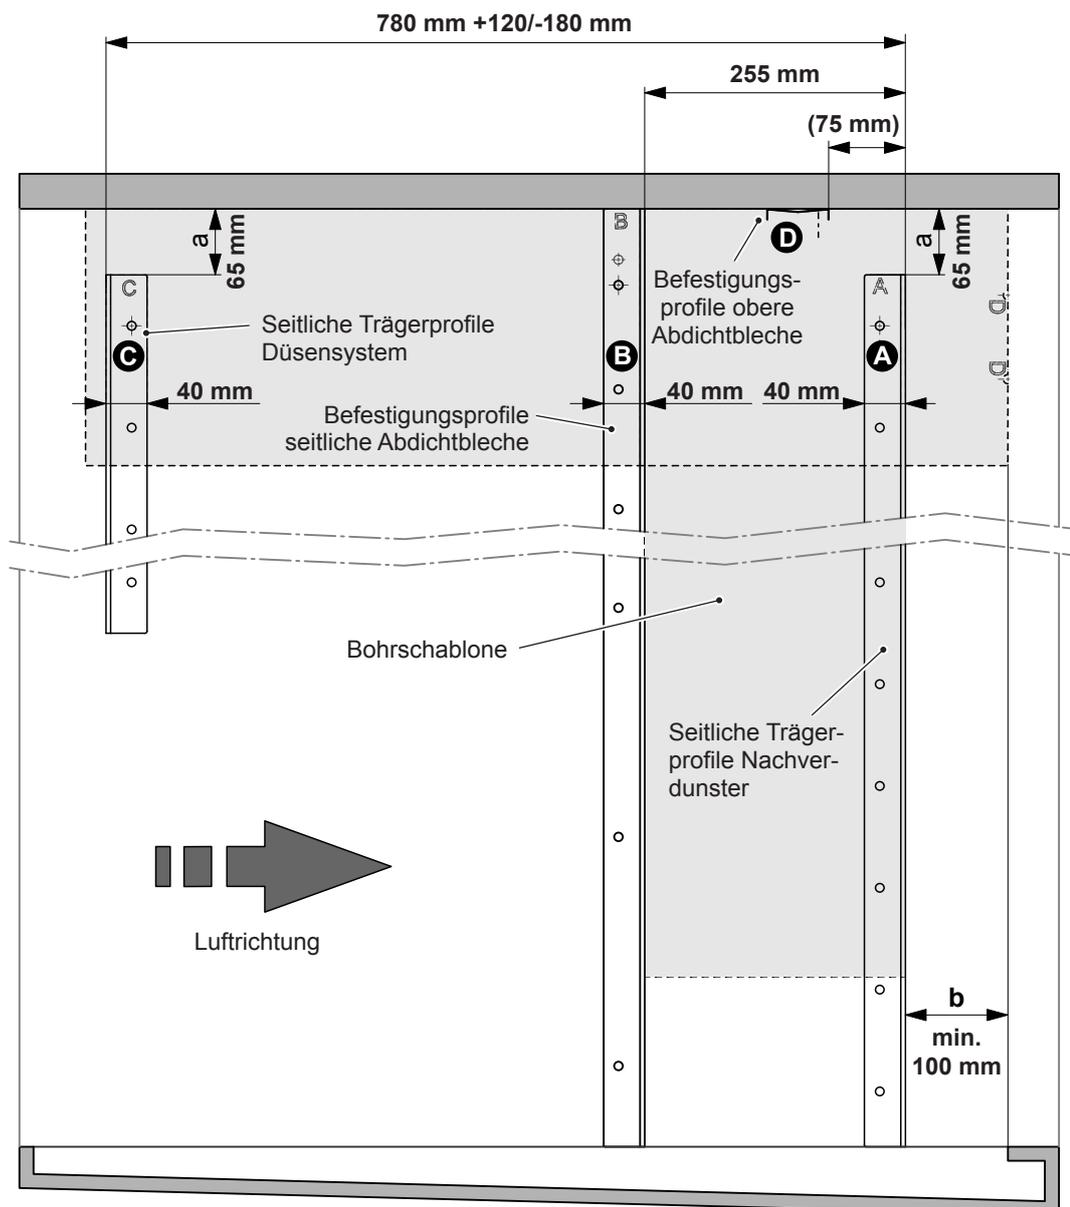
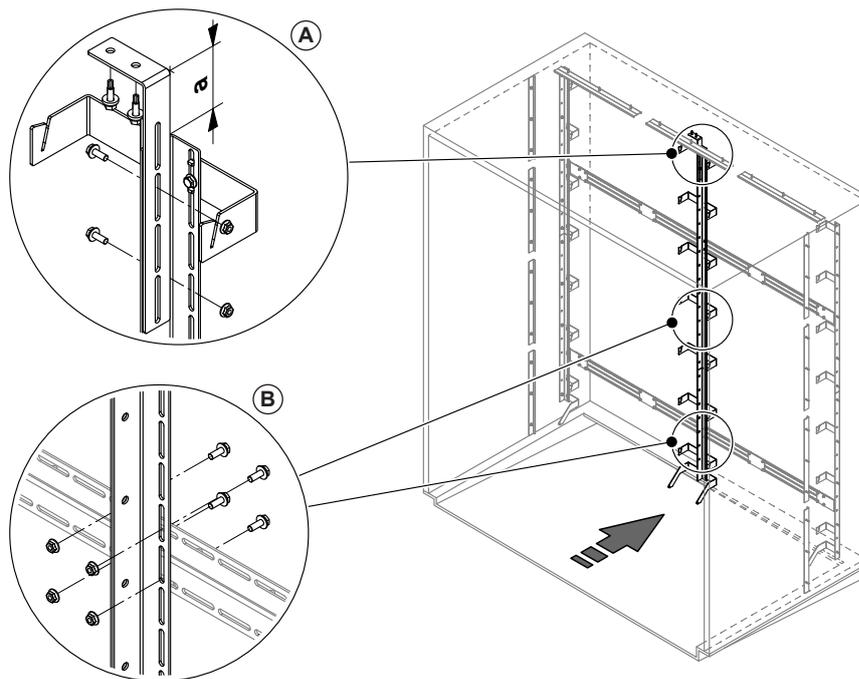

Abb. 5: Positionierung der Befestigungselemente (Seitenansicht)
Abb. 12: Vertikalstütze(n) montieren
- Falls nötig, die beiden Schraubverbindungen mit denen der/die Winkelhalter an der/den Vertikalstütze(n) befestigt sind, lösen und Winkelhalter so verschieben, dass der Abstand zwischen dem Schenkel des Winkelhalters und der oberen Kante der Vertikalstütze den gleichen Abstand "a" hat wie die Oberkante der beiden Trägerprofile zur Kanaldecke (siehe Abb. 5 und Detail A in Abb. 12). Anschliessend die beiden Schraubverbindungen wieder anziehen.
- Den Winkelhalter der Vertikalstütze(n) mit zwei Bohrschrauben 6.3 x 25 mm an der Kanaldecke befestigen (siehe Detail A in Abb. 12).